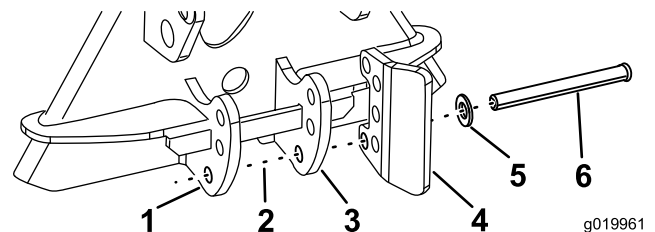
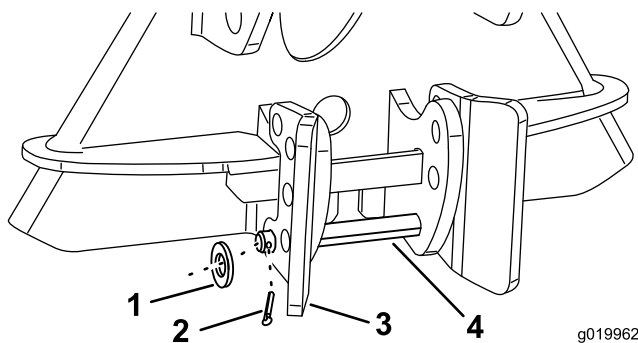

Bild 8
Bild 9
1. Stecken Sie den Lastösenbolzen und eine Scheibe in das unterste Loch an einer der Rechenanschlagplatten, durch die rechte Anschlagplatte und durch den Verriegelungsmechanismus (Bild 8).
2. Stecken Sie den Stift durch die linke Anschlagplatte und durch das unterste Loch an der anderen Rechenanschlagplatte (Bild 8 und Bild 9).
3. Legen Sie eine Scheibe auf den Lastösenbolzen und befestigen sie mit dem Splint; biegen Sie die Enden des Splints, um ihn zu befestigen (Bild 9).